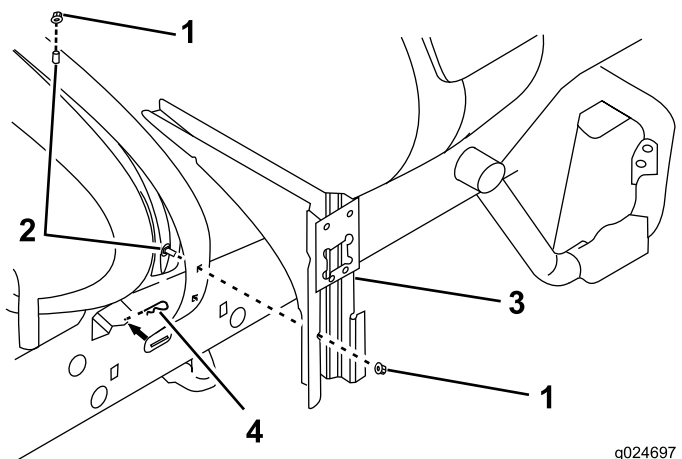

Figura 20
2. Coloque um parafuso de carroçaria (3/8 x 1 pol.) nos orifícios superiores interiores da cinta de depósito traseira direita (Figura 20).
3. Coloque um parafuso de carroçaria (3/8 x 1 pol.) nos orifícios inferiores exteriores da cinta de depósito traseira direita (Figura 20).
5. Monte a montagem da válvula nos dois parafusos de carroçaria (3/8 x 1 pol.) utilizando duas porcas de bloqueio flangeadas (Figura 20).